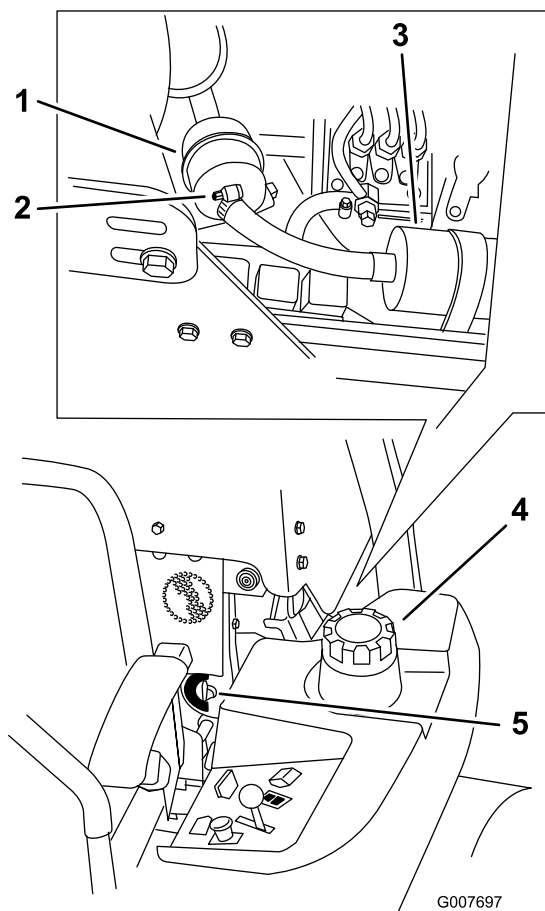

Bild 44
4. Schließen Sie den Kraftstoffhahn (Bild 44).
5. Lösen Sie die zwei Schlauchklemmen und schließen Sie die Kraftstoffleitungen vom Kraftstofffilter ab (Bild 44).
6. Bringen Sie einen neuen Filter an. Schließen Sie die Kraftstoffleitungen am Kraftstofffilter an und montieren Sie die zwei Schlauchklemmen (Bild 44).